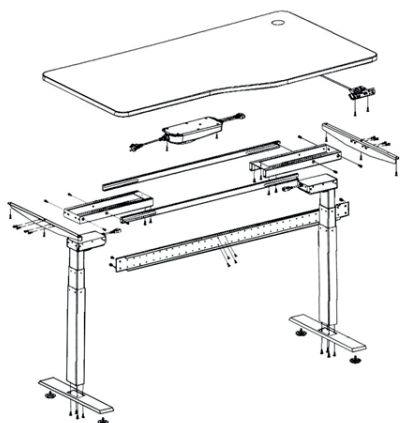

Bild 1: sprängskiss
- A. Anslut styrboxen, styrenheten, strömkabeln, lyftpelaren och anslutningssladden såsom visas på bild 1.